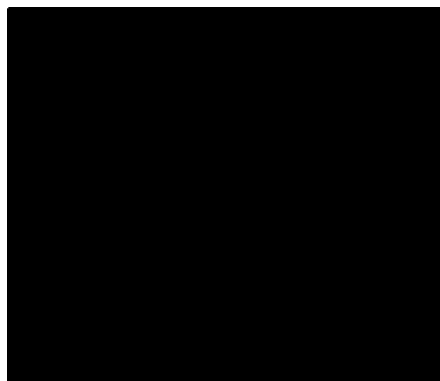

Рисунок 5.10 Введение и начальное расположение системы доставки лазерного луча.
- Вставьте адаптер GA в лазерное гинекологическое зеркало. Расположите зеркало адаптера GA в направлении вверх, как показано на Рис. 5.10, и выровняйте линию горизонтальной шкалы на адаптере GA с дальней левой меткой на лазерном гинекологическом зеркале в положении вверх, а затем вставьте адаптер GA в гинекологическое зеркало на всю длину.